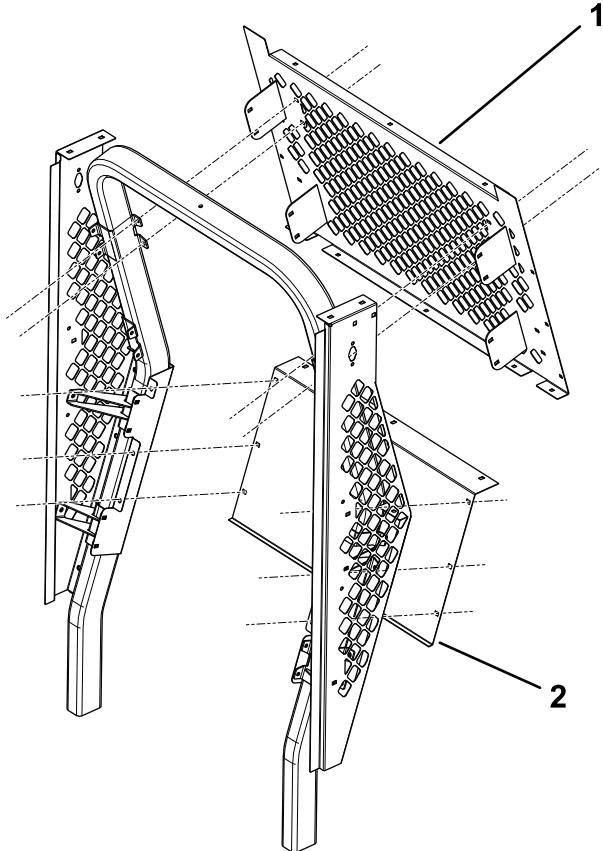

**Figura 1**
- Utilizzate le viti a testa tonda (5/16" x 3/4") e i dadi flangiati (5/16") per montare il pannello laterale sinistro e il pannello laterale destro (Figura 1).
- Utilizzate le viti a testa tonda (5/16" x 3/4") e i dadi flangiati (5/16") per montare i 2 supporti superiori e i 2 supporti inferiori insieme al pannello posteriore sinistro e al pannello posteriore destro (Figura 1).